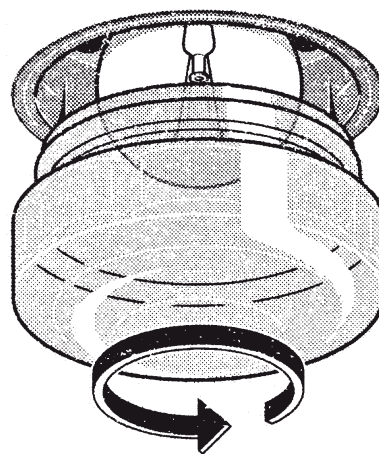

Fig. 5
- Dévissez le capot de l'ampoule (Fig. 5), remplacez l'ampoule brûlée par une ampoule neuve (voir Remarque pour connaître le type), puis revissez le capot de l'ampoule.